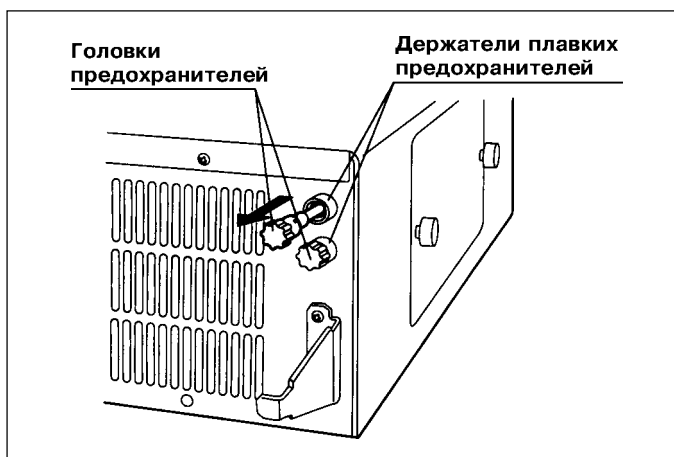

Рис. 4.2
5. Нажимая на головку плавкого предохранителя, поверните её против часовой стрелки приблизительно на 90°, затем извлеките предохранитель из держателя (см. рис. 4.2).